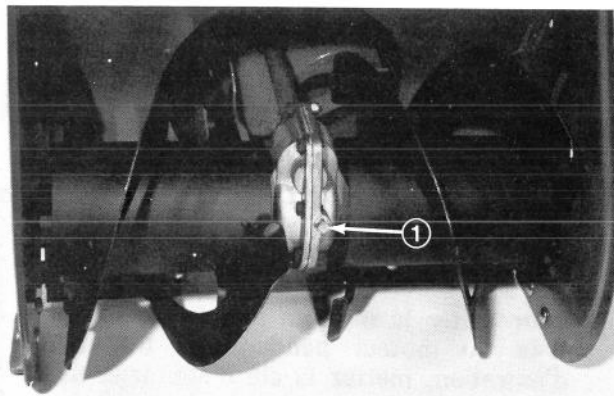

Figure 24
3. Nettoyez le tour du bouchon de vidange (Fig. 24) pour enlever toute saleté.
4. Placez le bac de vidange sous l'avant du carter d'engrenage de tarière et enlevez le bouchon à tuyau qui ferme ce carter (Fig. 24).
7. Reposez le bouchon à tuyau fermant le carter (Fig. 24).